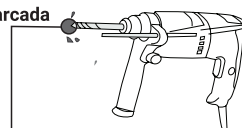

Fig. 5
- Furar a parede com broca de diâmetro 6mm, utilize o próprio suporte do controle como gabarito para medir a distância entre os furos. Fig.5.